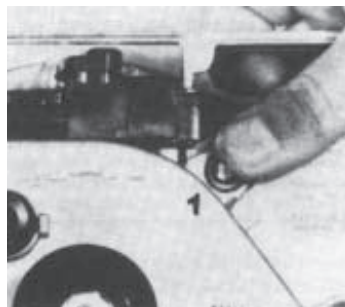

Abb. 32
- Patentdruckknopf bei NOVA-MARK III G bzw Drehknopf beim NOVA-MARK V G und NOVA-MARK VII G betätigen (Abb. 32 u. 36 Pos. 1)